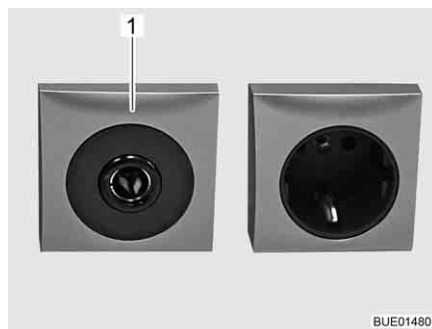

Fig. 152 Tomada de 12 V/10 A
- ▷ Nas tomadas (Fig. 152,1) de 12 V da rede elétrica ligue unicamente aparelhos com um máximo de 10 A.